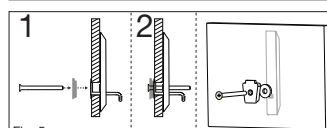

Fig. 5
- Alois que vous tenez la collerette et faites pression sur la barre en tirant vers l'extérieur, insérez une vis de 3 po (7,62 cm) dans le trou central de la collerette. Ensuite, insérez la vis à métaux dans le trou fileté de la barre et serrez suffisamment pour maintenir la barre droite. **NE SERREZ PAS COMPLÈTEMENT.** (Fig. 5)